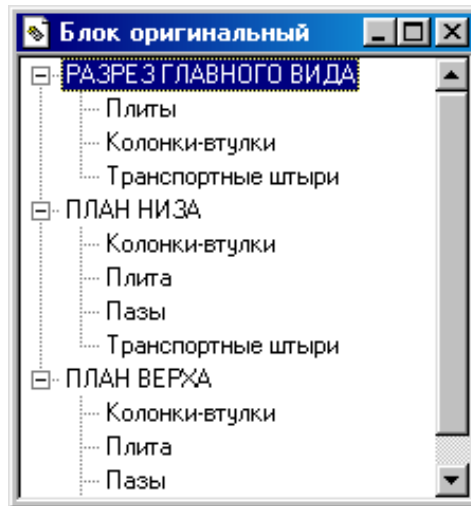

Рисунок 1.54 – Командне меню «Блок оригінальний»
– натискається кнопка "Проектування об'єкта". Після натискання на кнопку автоматично завантажується КОМПАС-ГРАФІК, відкривається складальне креслення й на екрані з'являється командне меню (рис. 1.54).